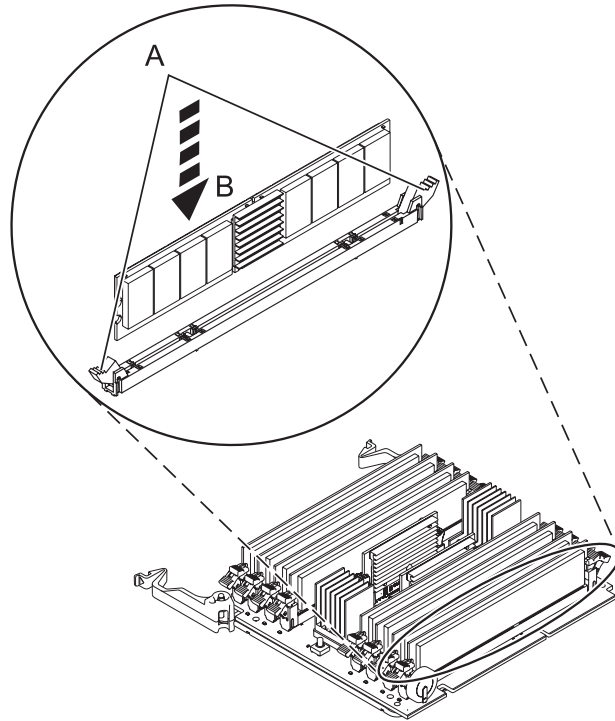

Figure 18. Remise en place d'un module de mémoire
11. Vérifiez que les languettes de verrouillage du connecteur **(A)** sont ouvertes, comme indiqué dans la figure 18, à la page 36, avant d'installer un nouveau module de mémoire.